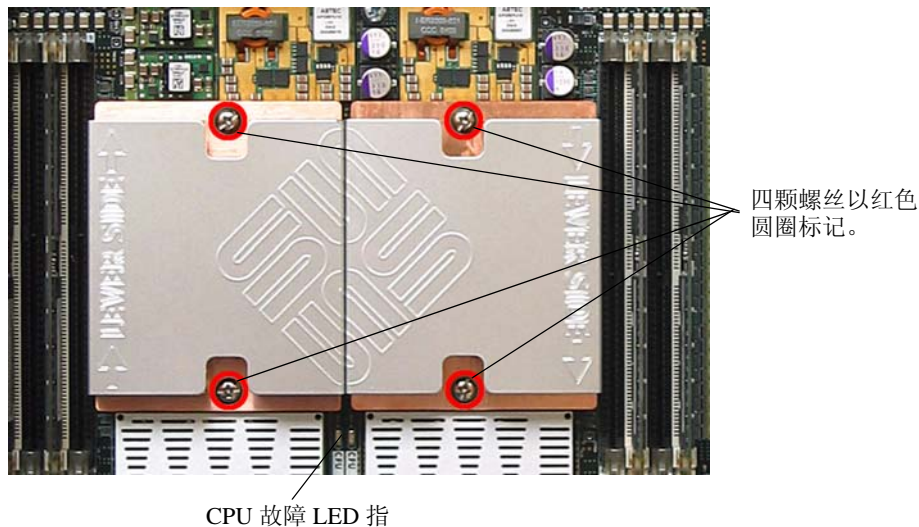
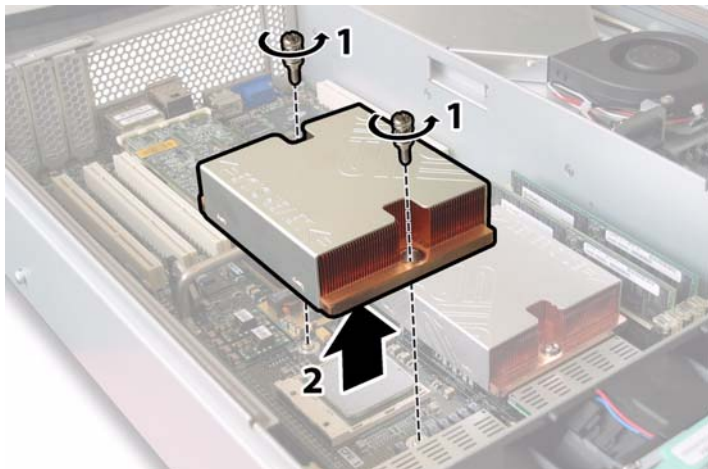

图 4-8 散热器螺丝的安装孔位和 CPU 故障 LED 指示灯的位置
图 4-9 拆卸散热器
- a. 用手按住散热器的顶部，以防止当您交替旋下将散热器固定到主板上的两颗弹簧安装螺丝时散热器不平衡地倾斜。一次旋转螺丝 180 度，然后当它们分离时取下螺丝。请参见图 4-8 和图 4-9。
注 – 散热器不是对称结构，且必须先对齐位置，然后再将其放在 CPU 上。旋转散热器，使散热器顶面的“Lever Side”（拉杆一侧）标记和箭头印记指向带有释放拉杆的 CPU 插座的一侧。另请注意，当与相邻的散热器正确对齐位置时，散热器顶面的 Sun Microsystems 徽标印记的一半将与相邻的另一半形成一个完整徽标。请参见图 4-8。